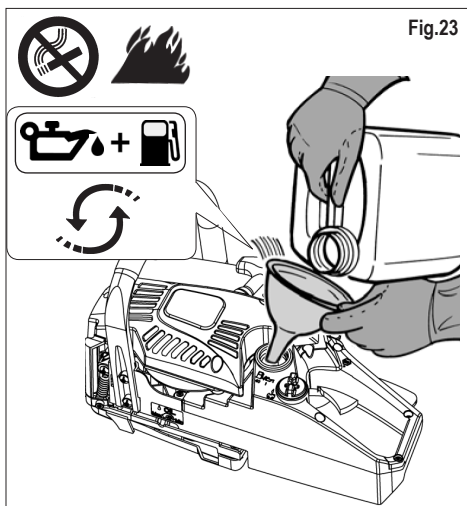

Fig.23
3) Preparar a mistura de combustível e reabastecer somente ao ar livre (fig. 23).